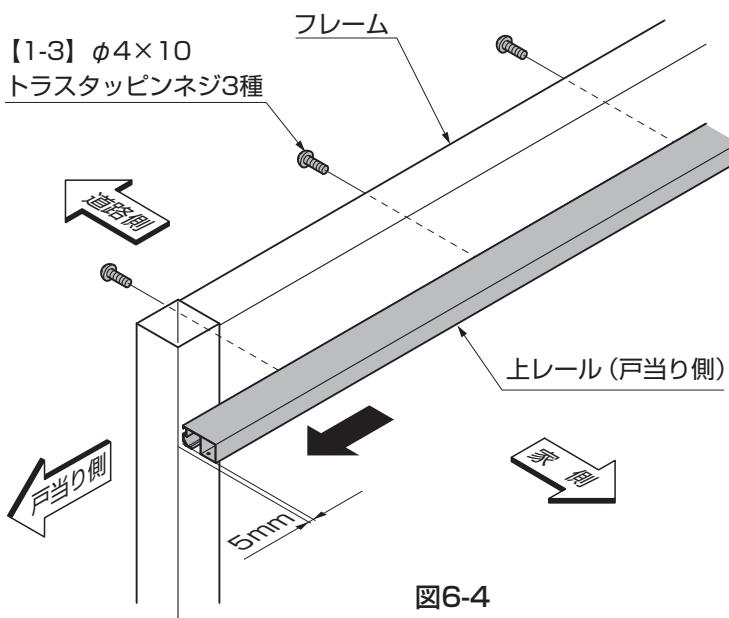

図6-4
②上レール（戸当り側）の端部を柱（戸当り用）側面から5mmの位置にセットしてください。（図6-4参照）
③上レール（戸当り側）と上レールステーを【1-3】で取付けてください。（図6-4参照）